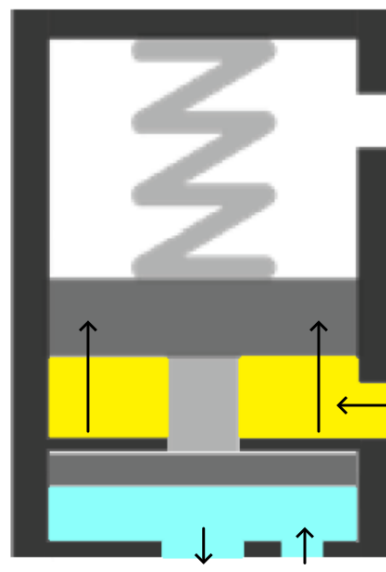

Figura 05 – Fase dosaggio semplice e doppio effetto
Nel caso di semplice effetto, ciò che tiene chiusa la valvola è la molla, quindi la pressione fluidica deve essere sotto alla pressione generata della molla per tenere chiusa la valvola (Figura 03). Il fluido si trova all'ingresso fluidico, il cui ingresso è bloccato dalla membrana, tenuta in posizione dallo spillo che è spinto dalla molla. Quando viene premuto il pulsante posto sull'impugnatura, il PLC invia un segnale all'elettrovalvola di cambiare stato, così da far entrare l'aria dall'ingresso di dosaggio, alzando il pistone e, conseguentemente, anche lo spillo e la membrana, lasciando passare il fluido fino all'ugello (Figura 05).
- Lo spillo si solleva, sollevando la membrana e permettendo al fluido di uscire (Figura 05);